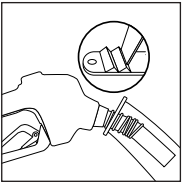

Figure 7
- ✓ Vérifiez le débit. Le débit peut être plus rapide que le tuyau ne le permet. (Voir Fig.7)